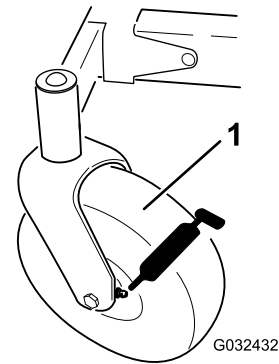

Figura 35
3. Limpie con un trapo los puntos de engrase (Figura 35).
4. Conecte una pistola de engrasar a cada punto de engrase (Figura 35).